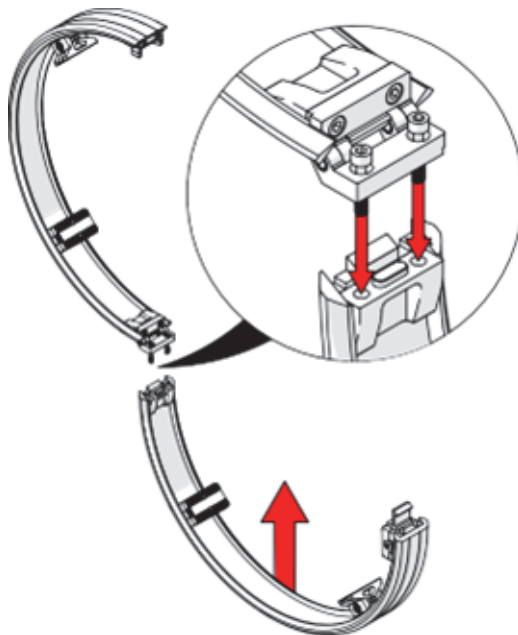

Figura 1-14 Unión de las dos mitades
1. Junte las dos secciones de la banda a nivel de la bisagra (ver Figura 1-14 en la página 36).